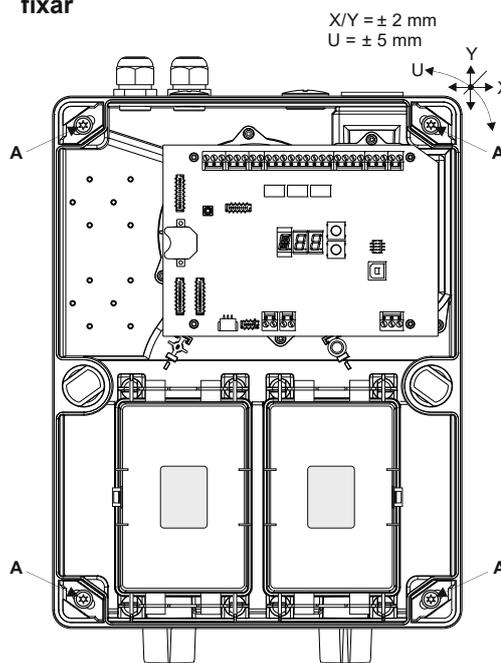

Fig. 15 Abertura, fecho e fixação da caixa para detetor
- Para manipular os **fechos giratórios**, estes têm de ser **pressionados com força** em direção à base da caixa com uma chave de fendas e, em seguida, **girados 90°**. A posição da fenda dos fechos indica o respetivo estado (ver também a **Fig. 15**):